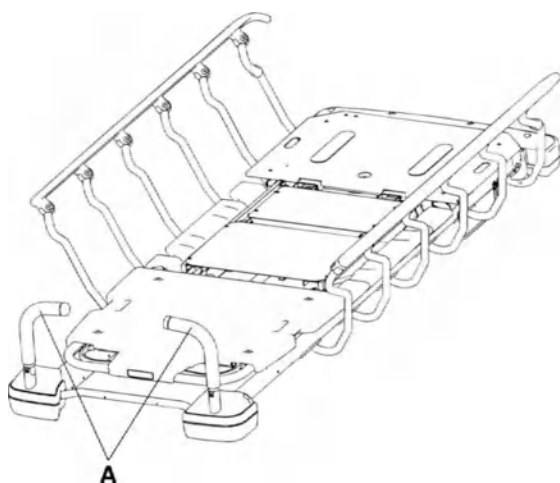

Рисунок 8 – Изменение положения ручек для толкания головного конца
1. Поверните ручки (A) вверх от головного конца изделия (Рисунок 8).